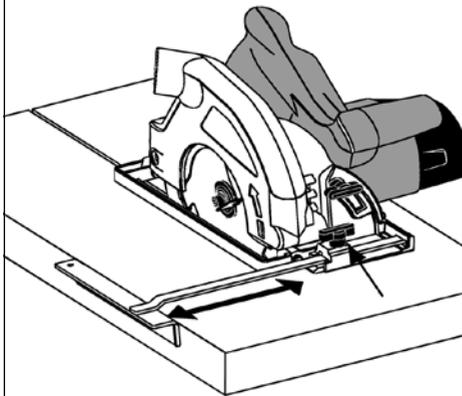

Fig. 10
- 5° Si l'on doit scier selon une ligne préalablement tracée, la scie circulaire est à diriger le long de cette ligne en utilisant le repaire ad'hoc. (Fig. 10)